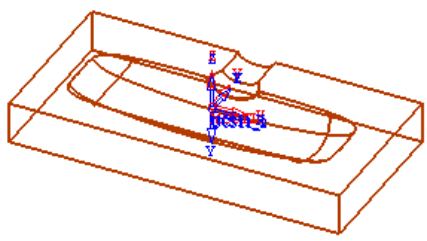

图 3-99 选择所有曲面（3）
- 展开“零件”选项，单击“零件曲面”按钮，然后单击“选择”工具栏上的选择所有按钮，系统选中所有曲面；此时图形中所有曲面高亮显示，如图 3-99 所示。